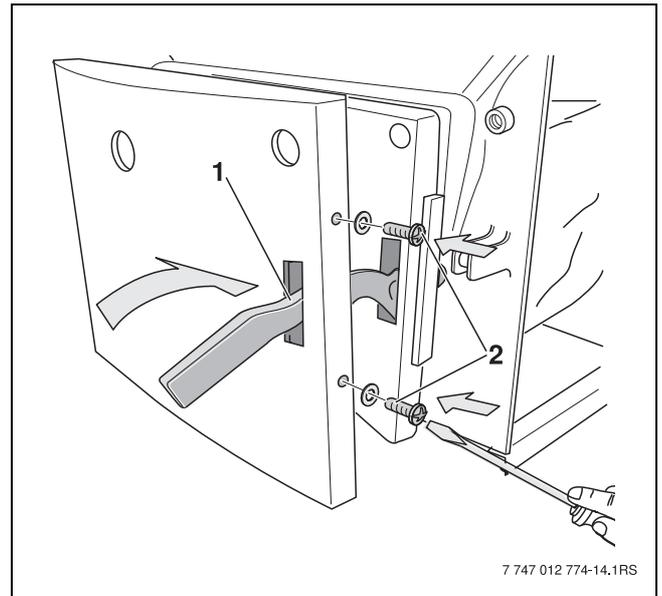
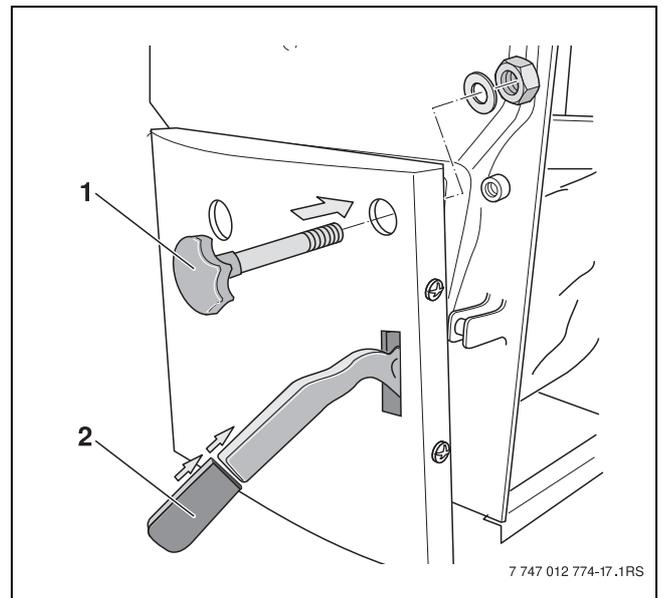

Fig. 11 Montaggio del rivestimento della porta del ceneraio
Fig. 12 Montaggio della vite di sicurezza e dell'impugnatura
- Applicare il coperchio sulla porta del ceneraio (→ fig. 11). Far passare la leva di chiusura della porta attraverso l'apposita apertura del coperchio (→ pos. 1).
- Con le viti di fissaggio in allegato fissare lateralmente il coperchio alla porta del ceneraio (→ pos. 2).
- Inserire la vite di sicurezza per evitare aperture involontarie durante il funzionamento (→ fig. 12, pos. 1).
- Inserire sulla leva l'impugnatura in dotazione (→ pos. 2).